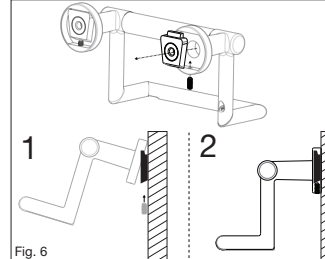

Fig. 6
10. Attach Assist Bar onto mounting bracket and secure with the provided 10-24 X 1/2" Socket Set Screw. Repeat for opposing side. **(Fig. 6)**
18. Attach Assist Bar onto mounting bracket and secure with the provided 10-24 X 1/2" Socket Set Screw. Repeat for opposing side. **(Fig. 6)**
- Attachez la barre d'assistance sur le support de fixation et fixez-la avec la vis sans tête à six pans creux 10-24 x 1/2 po. Répétez l'opération pour le côté opposé. **(Fig. 6)**